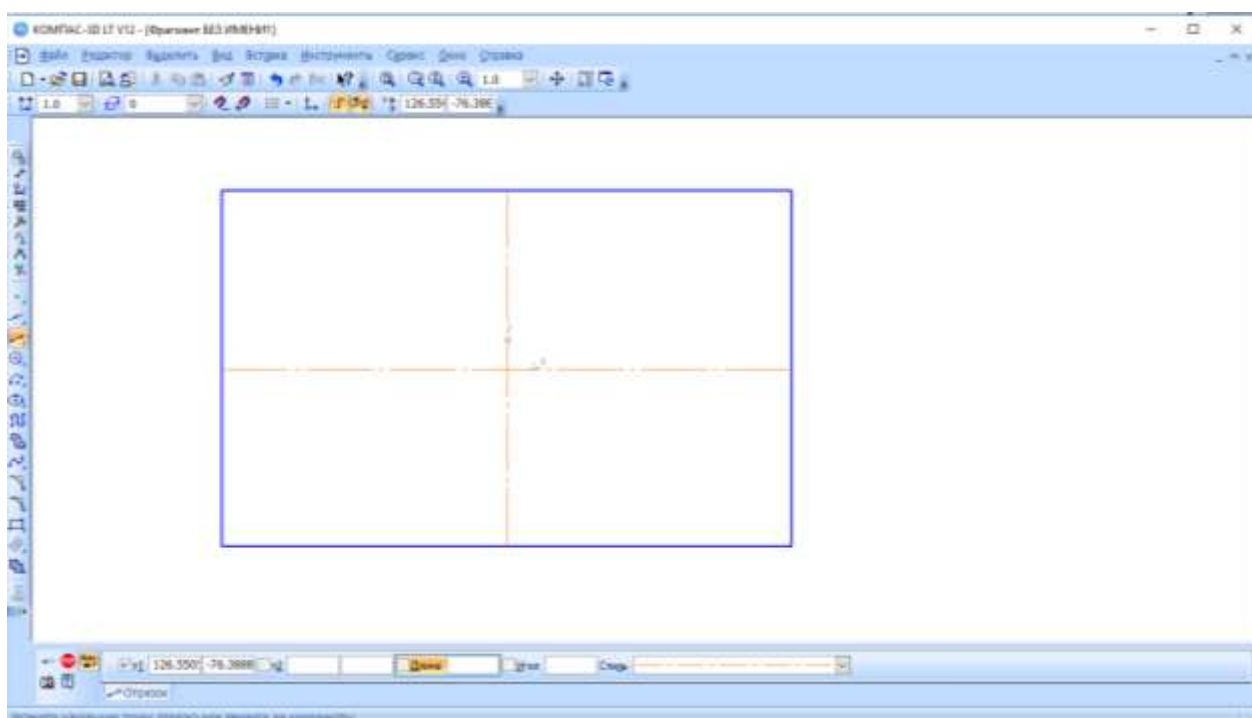

Рис. 4.4
- Введите параметры прямоугольника в поле **Высота 100** и **Ширина 160** **Панели свойств** и нажмите **Enter** (рис. 4.4).